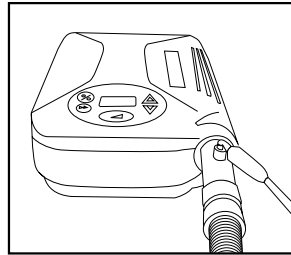

Figura 10
3. L'ossigeno può essere iniettato nella fornitura d'aria collegando un'estremità del tubo di ossigeno standard all'adattatore di ossigeno e l'altra estremità alla fonte di ossigeno **Figura 10**.